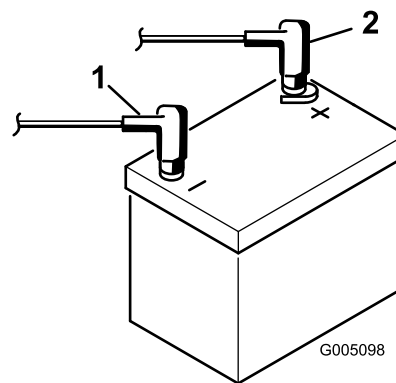

Figura 9
9. Conecte el cable positivo (rojo) al borne positivo (+) y el cable negativo (negro) al borne negativo (-) de la batería y sujételos usando los pernos y las tuercas (Figura 9). Deslice la cubierta de goma sobre el terminal positivo para evitar posibles cortocircuitos eléctricos.